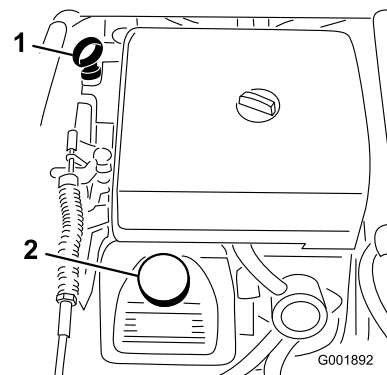

Figura 46
2. Retire a vareta e limpe-a com um pano limpo (Figura 46). Volte a colocar a vareta no tubo e verifique se está completamente introduzida. Retire a vareta e verifique o nível de óleo.
3. Se o nível de óleo estiver baixo, retire a tampa de enchimento da cobertura das válvulas (Figura 46) e adicione lentamente óleo suficiente na abertura até que o nível suba até à marca "Full" (Cheio) da vareta. Adicione o óleo lentamente e verifique o nível com alguma frequência durante o procedimento. Não encha demasiado.
8. Coloque lentamente cerca de 80% da quantidade de óleo especificada no bocal de enchimento do óleo (Figura 46).